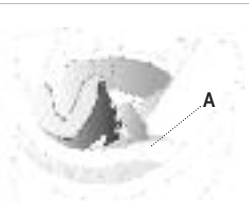

figure 5
**Rembourrage central interne : CALOTTE - Démontage et Remontage** - voir figure 5